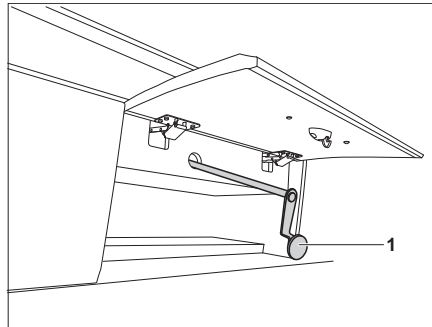

Fig. 133 Commande de secours pour le lit escamotable électrique
- ▷ En cas de panne de courant, le lit escamotable électrique peut également être commandé avec une manivelle de secours (Fig. 133). Celle-ci se trouve derrière un portillon de compartiment de rangement.